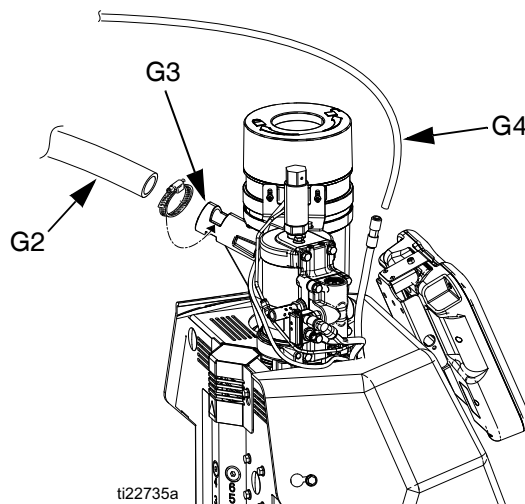

FIG. 8
4. Introduire le flexible de transfert (G2) sous vide de 33 mm (1,3") de diam. ext. dans l'entrée de l'entonnoir (G3) du transfert sous vide et bien l'attacher avec le collier de serrage fourni. Le collier de serrage doit être placé de façon à couvrir les entailles à l'entrée de l'entonnoir pour qu'il bien saisis le flexible de transfert. Voir la FIG. 8.
5. Brancher la longue conduite d'air (G4) de 3/8" de diam. ext. sur le raccord rapide de 3/8" de la conduite d'air du système. Voir la FIG. 8.